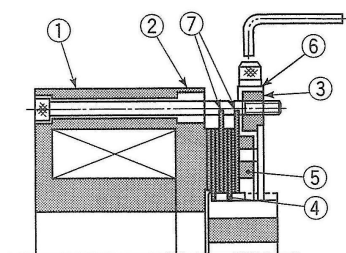

図 1
ロ. 図 1 の様にセンターリング (③) の外周上に 1 ヶ所ストッパー (⑥) がセットされておりますので、六角棒スパナにてボルトを弛め、ストッパーを抜き取って下さい。 ギャップ調整ネジ (⑤) がフリーになります。